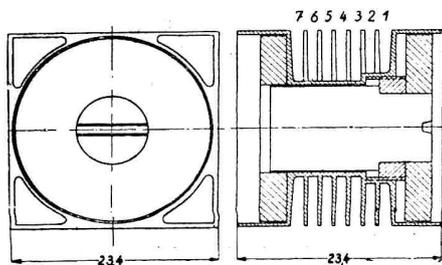

Fig. 5. — Noyau magnétique avec carcasse cubique à sept gorges.
Dans la première réalisation, j'ai utilisé un noyau cubique décrit, page 36, de mon récent ouvrage : *Les bobines à noyau magnétique* (1). Ce noyau se compose de 2 anneaux en matière magnétique *draloperm*, réunis par un axe central fileté permettant le réglage; l'ensemble du noyau est entouré par une carcasse en trolitul de forme cubique portant, en son milieu, 7 gorges (voir fig. 5).